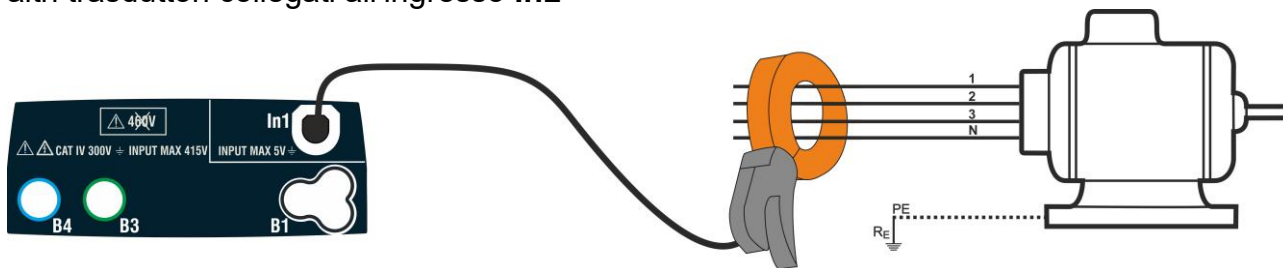
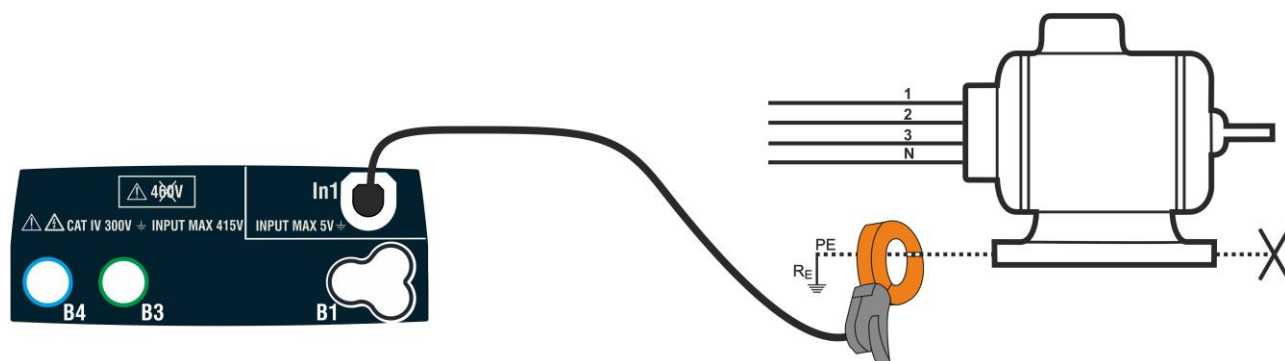

Fig. 37: Misura indiretta della corrente di dispersione in impianti trifase
Fig. 38: Misura diretta della corrente di dispersione in impianti trifase
4. Per misure indirette della corrente di dispersione collegare la pinza esterna in accordo alla Fig. 37. Per misure dirette della corrente di dispersione collegare la pinza in accordo alla Fig. 38 e scollegare le eventuali connessioni aggiuntive di terra che potrebbero influenzare i risultati della prova